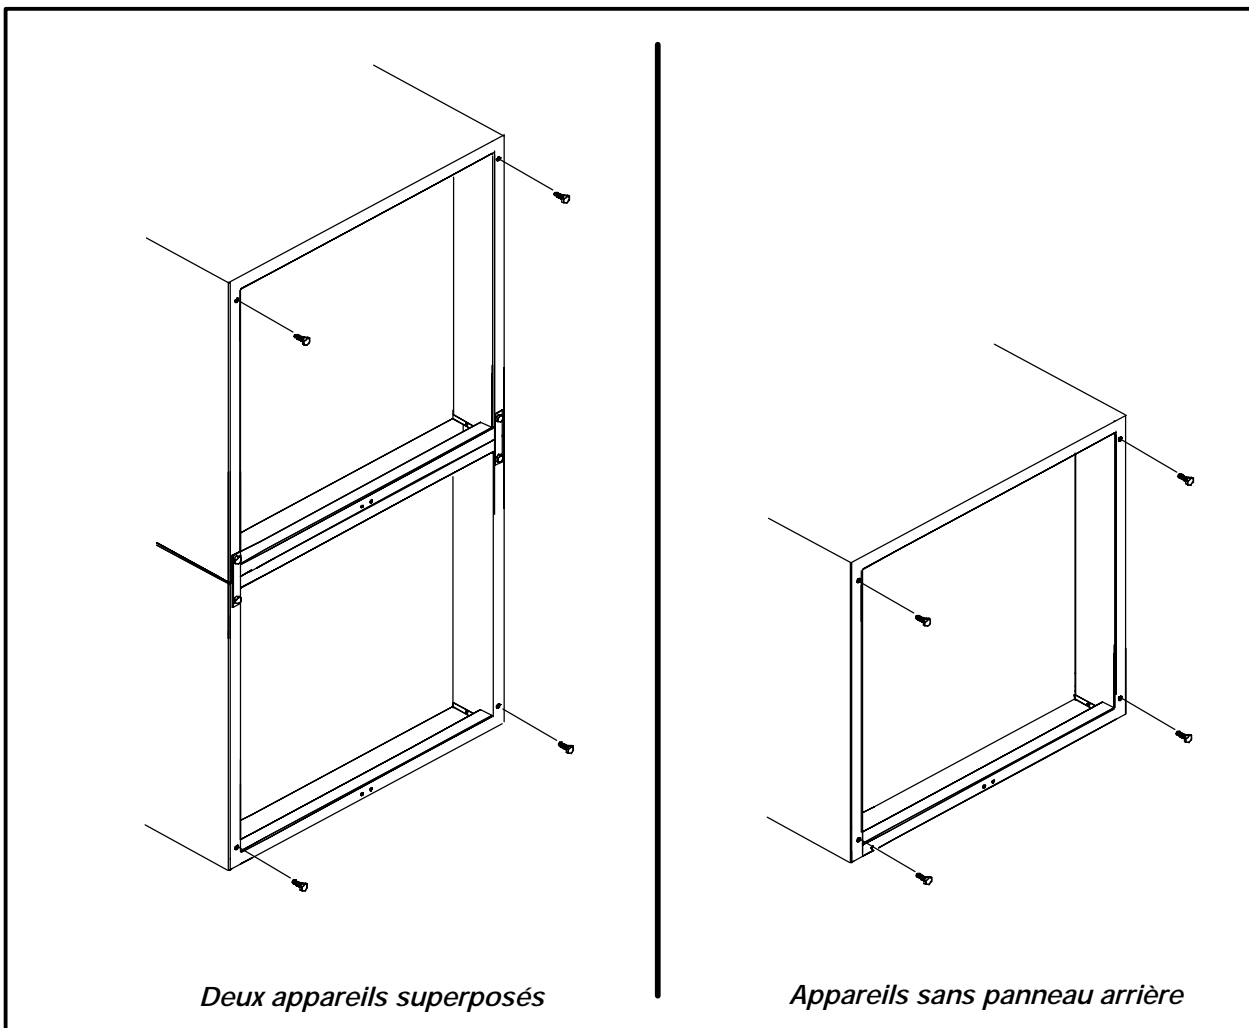

Figure 19
2. Posez les boulons comme l'illustre la Figure 19.